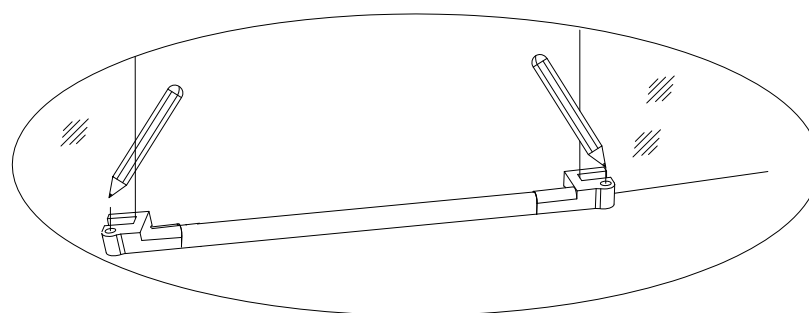

Fig.26
Positionnez la barre de seuil (11) au sol en l'alignant dans l'ouverture avec le verre fixe. Marquez les trous de fixation des embouts de seuil (12). Voir la figure 26.